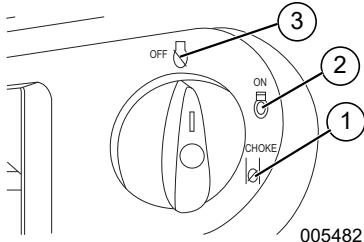

Figura 3-2. Posiciones de apagado/encendido/cebado
1. Consulte la Figura 3-2. Gire el interruptor de apagado/encendido/cebado a la posición CHOKE (Cebado) (1).
4. Consulte la Figura 3-2. Cuando el motor arranque, gire el interruptor de apagado/encendido/cebado a la posición ON (2). El cebador reduce su funcionamiento a medida que el interruptor de apagado/encendido/cebado se gira hacia la posición ON.
3. Consulte la Figura 3-2. Gire el interruptor de apagado/encendido/cebado a la posición CHOKE (Cebado) (1).
6. Consulte la Figura 3-2. Cuando el motor arranque, gire el interruptor de apagado/encendido/cebado a la posición ON (2). El cebador reduce su funcionamiento a medida que el interruptor de apagado/encendido/cebado se gira hacia la posición ON.
3. Consulte la **Figura 3-2**. Gire el interruptor de apagado/encendido/cebado a la posición OFF (3).
1. Consulte la **Figura 3-2**. Gire el interruptor de apagado/encendido/cebado de la posición STOP a la posición ON. De esta manera se abrirá la válvula de combustible y el motor arrancará.